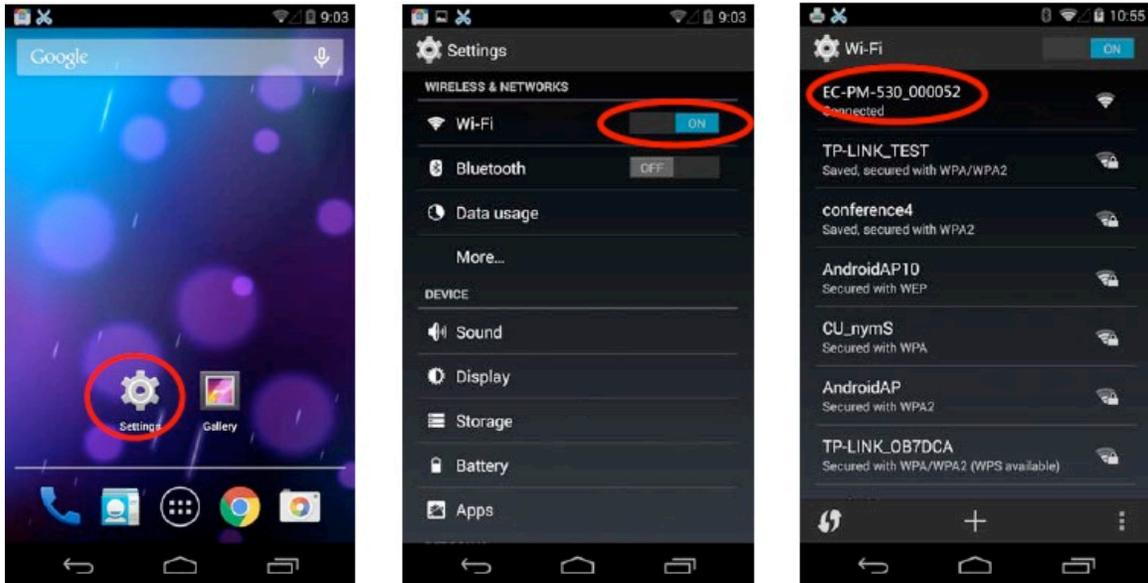

Figura 2
- Haga click en “Settings” y aparecerá la interfaz. Seleccione “ON” en la función “WLAN”, haga click para conectar en la impresora Wi-Fi buscada por el teléfono móvil. El nombre predeterminado de la impresora Wi-Fi está compuesto de “el modelo de la impresora + 6 números y letras” (Como se muestra en la Figura 2).